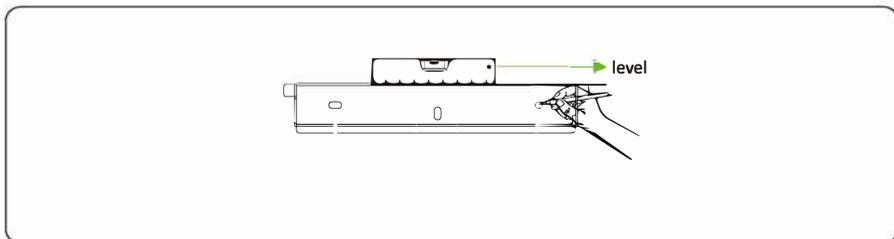

Figura 4.11: Marque as posições dos furos usando um marcador.
Passo 3: Nivele as posições dos furos usando um nível e marque as posições dos furos com um marcador (conforme mostrado na Figura 4.11).